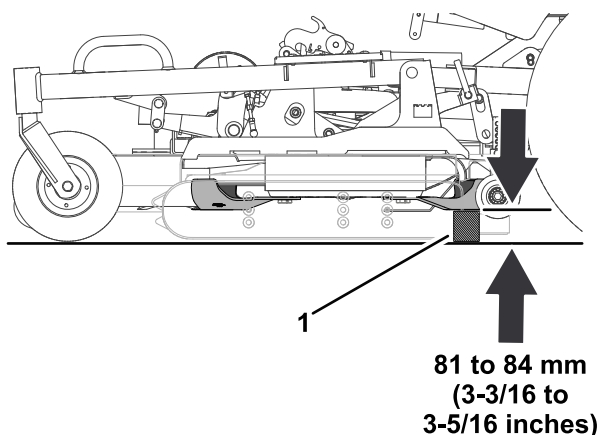

図 127
5. ゲージブロックを使って、ブレートの一番後側のエッジから床面までの高さを測る図 127。